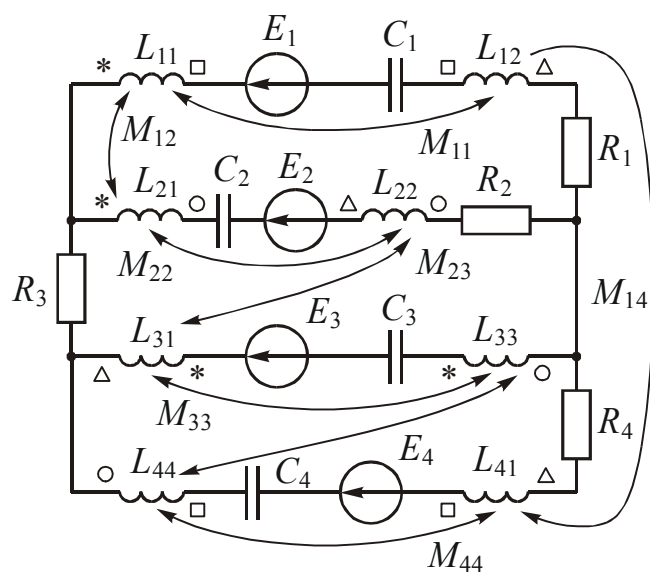
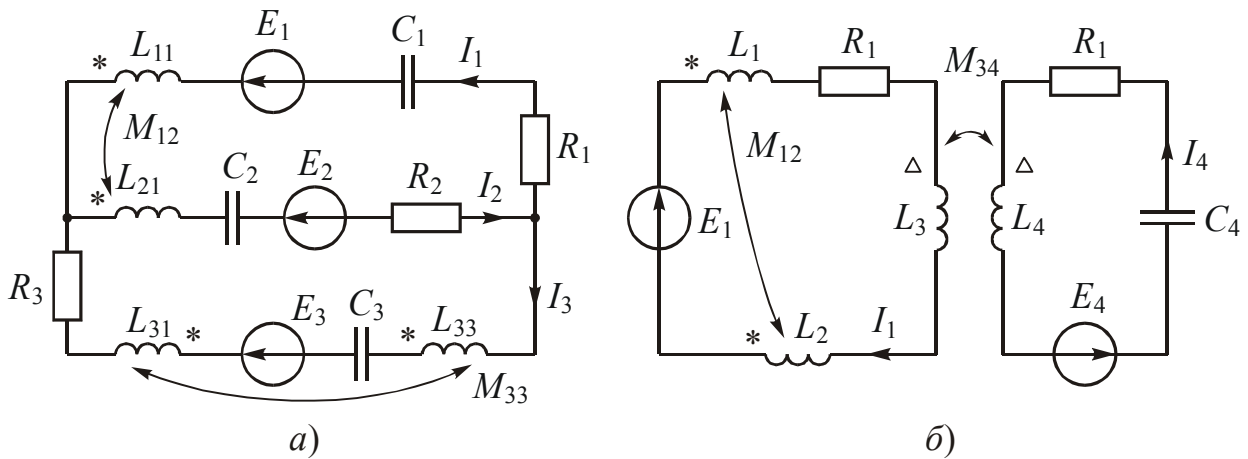

Рис. 4.1
Рис. 4.2
На рис. 4.1 приведена общая схема цепи гармонического тока, состоящая из четырех ветвей. Согласно таблицы 4.1 схемы вариантов задачи содержат только по три ветви. В каждую из этих ветвей входят элементы R_1C_1 , R_2C_2 , R_3C_3 , R_4C_4 соответственно. Комбинации из ЭДС E , индуктив-
1. Составьте схему своего варианта, используя таблицы 3.1 и 4.1 и рис. 4.1. Одноименные зажимы катушек обозначены комбинациями: $\square - \square$; $* - *$; $\triangle - \triangle$; $\circ - \circ$.
На рис. 4.2, а приведена схема цепи, которая составлена по рис. 4.1 при условии, что: ветвь 1 имеет $E_1 L_{11} M_{12}$; ветвь 2 имеет $E_2 L_{21} M_{12}$; ветвь 3 имеет $E_3 L_{31} L_{33} M_{33}$; ветви 4 нет. Указаны одноименные зажимы каждой пары катушек.
ком «плюс», при встречном включении – со знаком «минус». В качестве примера ниже представлена система из двух уравнений по ЗНК для схемы, показанной на рис. 4.2, б.